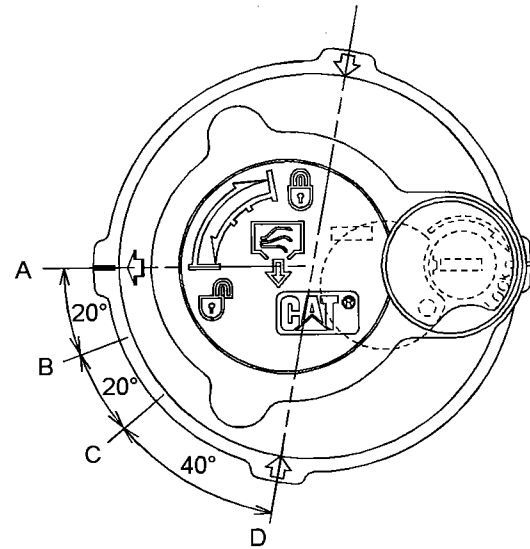

Ilustración 425
- (A) Posición TRABADA
- (B) Posición ALIVIO DE PRESIÓN - ARRANQUE
- (C) Posición ALIVIO DE PRESIÓN - FINALIZAR
- (D) Posición ABIERTA
3. Suelte la presión que puede haber en el circuito hidráulico de retorno con el siguiente procedimiento. Consulte la Ilustración 425 para ver las posiciones de la tapa del tubo de llenado.
- a. Gire la tapa del tubo de llenado hacia la izquierda, sin aplicar fuerza hacia abajo, y mueva la flecha de la posición (A) a la posición (B).
- b. Suelte la presión durante un mínimo de 45 segundos moviendo la flecha de la posición (B) a la posición (C).
- c. Empuje el centro de la tapa del tubo de llenado hacia abajo. Sin inclinar la tapa del tubo de llenado, mueva la flecha de la posición (C) a la posición (D).
- e. Apriete la tapa del tubo de llenado del tanque hidráulico hasta la posición (A).